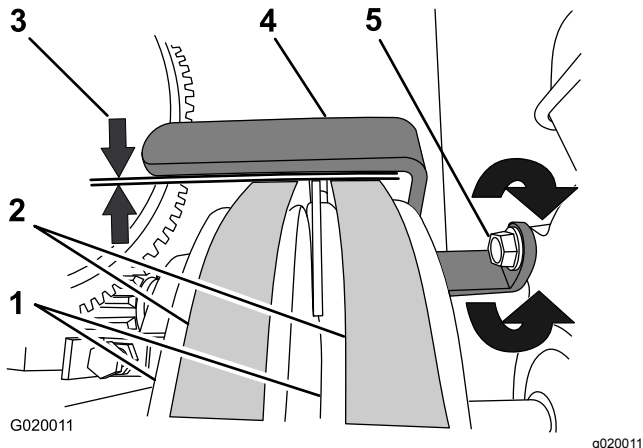

Figura 70
6. Compruebe que la holgura entre la guía de las correas y las correas es de 2.5 mm a 4.0 mm (3/32" a 5/32"); consulte Figura 70.
- A. Afloje el perno que sujeta la guía de las correas al motor (Figura 70).
de 2.5 a 4 mm (3/32" a 5/32") entre la guía y cada correa (Figura 70).
- C. Apriete el perno que sujeta la guía de las correas al motor (Figura 70).